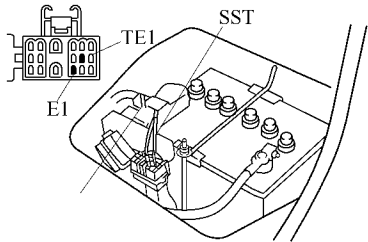

图 2-146 用跨接线连接插件端子
(1) 将点火开关置于 ON 位置，不要起动发动机。
(2) 使用跨接线连接检查用接插件的端子 TE1 和 E1，如图 2-146 所示。